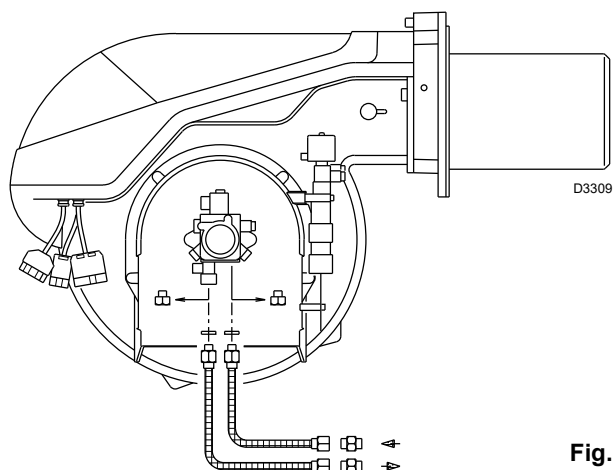

Fig. 20
6.2 Conexiones hidráulicas (Fig. 20)